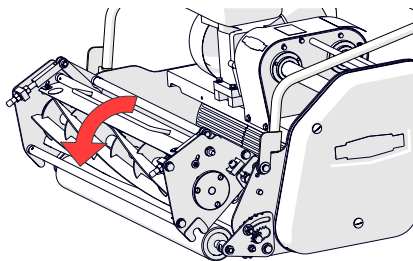

Fig.11D - Soulever la cassette pour la retirer.
5. En vous plaçant devant la machine, saisissez la poignée de la cassette, puis retirez cette dernière en la soulevant et en la faisant basculer d'un même geste, de l'arrière vers l'avant. ⚠ Nous recommandons d'effectuer cette étape à deux (Fig.11D).
coupe verticale, une scarification ou un broissage réguliers. Commencez par choisir l'une des extrémités de la cassette, puis posez la barre de réglage sur le rouleau avant et le rouleau arrière (Fig.11D). Pour obtenir la bonne hauteur, l'extrémité des poils de la brosse ou des lames du verticutter doit être au même niveau que la tête du boulon. De la même manière, l'extrémité des lames du scarificateur ou des pointes du rouleau aérateur doit être au même niveau que l'extrémité du boulon. S'il l'est déjà, alors aucun réglage supplémentaire n'est nécessaire. Sinon, passez à l'étape 6.